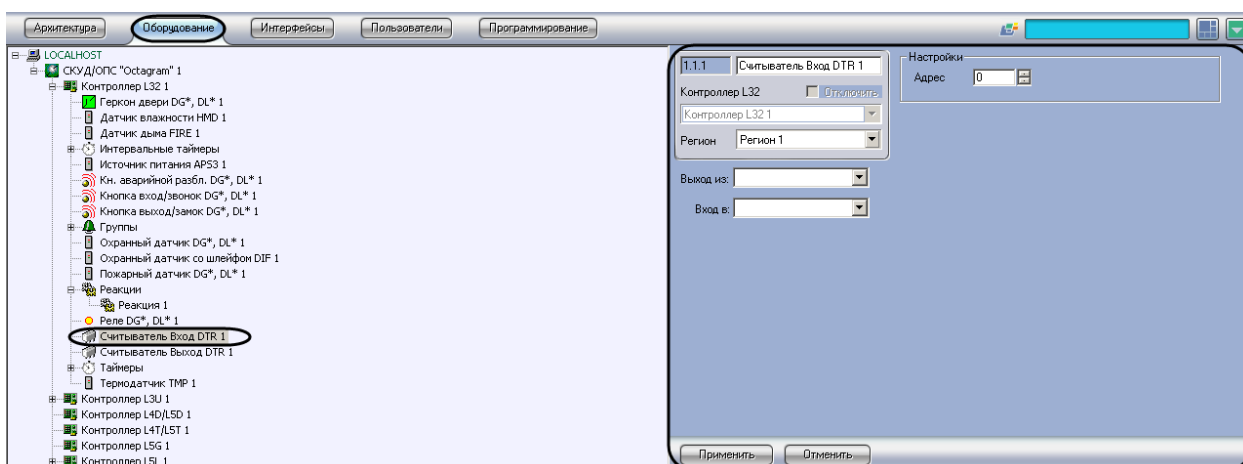

Рис. 3.3—6 Объект Считыватель Вход на базе объекта Контроллер L32
**L32** или **Контроллер L3U** на вкладке **Оборудование** диалогового окна **Настройка системы** (Рис. 3.3—6).